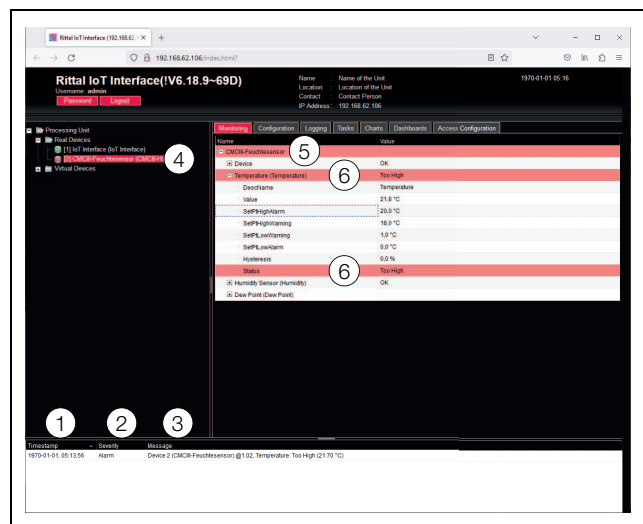

Fig. 21 : conception de l'affichage des messages
1. timestamp : date et heure à laquelle le défaut s'est produit (fig. 21, pos. 1).
2. severity : importance du défaut présent. On fait la différence entre les avertissements (« Warning ») et les alarmes (« Alarm ») (fig. 21, pos. 2).
3. message : message de défaut en texte clair (fig. 21, pos. 3).
- zone de gauche (domaine de navigation) : le symbole du composant sur lequel le défaut s'est produit est coloré dans le domaine de navigation en rouge pour un message d'alarme et en jaune pour un message d'avertissement (fig. 21, pos. 4).
- zone de droite (domaine de configuration) : dans l'onglet **Monitoring**, le composant complet ainsi que le paramètre particulier pour lequel l'avertissement ou l'alarme sont déclarés sont colorés respectivement en jaune ou en rouge (fig. 21, pos. 5 et 6).